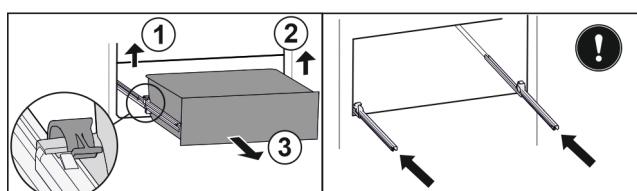

Fig. 78
- Nadvihnite ľavú svorku a súčasne ďahajte zásuvku vľavo dopredu. Fig. 78 (1)
- Nadvihnite pravú svorku a súčasne ďahajte zásuvku vpravo dopredu. Fig. 78 (2)
- Odoberte zásuvku dopredu. Fig. 78 (3)